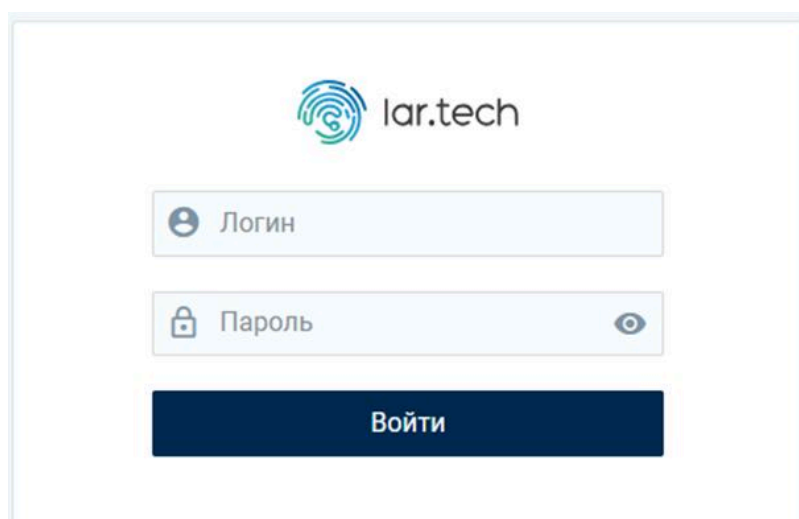

Рисунок 4 - Авторизация в сервисе «MeteringServer»
1. Перейти по адресу сервиса в сети и пройти авторизацию (см. Рисунок 4).